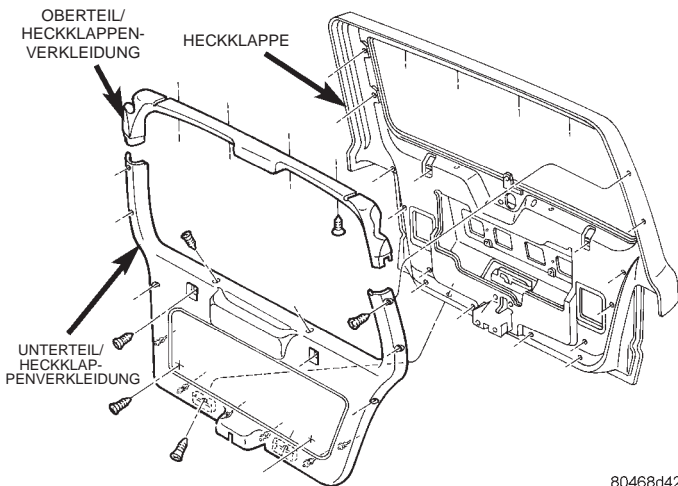

Abb. 13 Heckklappenverkleidung aus- und einbauen
(1) Batterie-Minuskabel abklemmen und elektrisch isolieren.
(2) Heckklappe öffnen.
(3) Die Schrauben lösen, mit denen das Unterteil der Heckklappenverkleidung an der Innenseite der Heckklappe befestigt ist (Abb. 13).